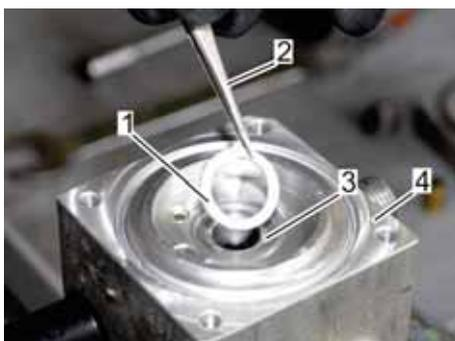

Abb. 63: Dichtring abnehmen
15. Mit einem geeigneten Werkzeug (Abb. 63/2) den Dichtring (Abb. 63/1) vom Dichtungssitz (Abb. 63/3) des Gehäuses (Abb. 63/4) nehmen.
16. Den Dichtring (Abb. 63/1) durch einen neuen ersetzen.
17. Das Gehäuse (Abb. 63/4) aus dem Schraubstock herausnehmen und beiseitelegen.